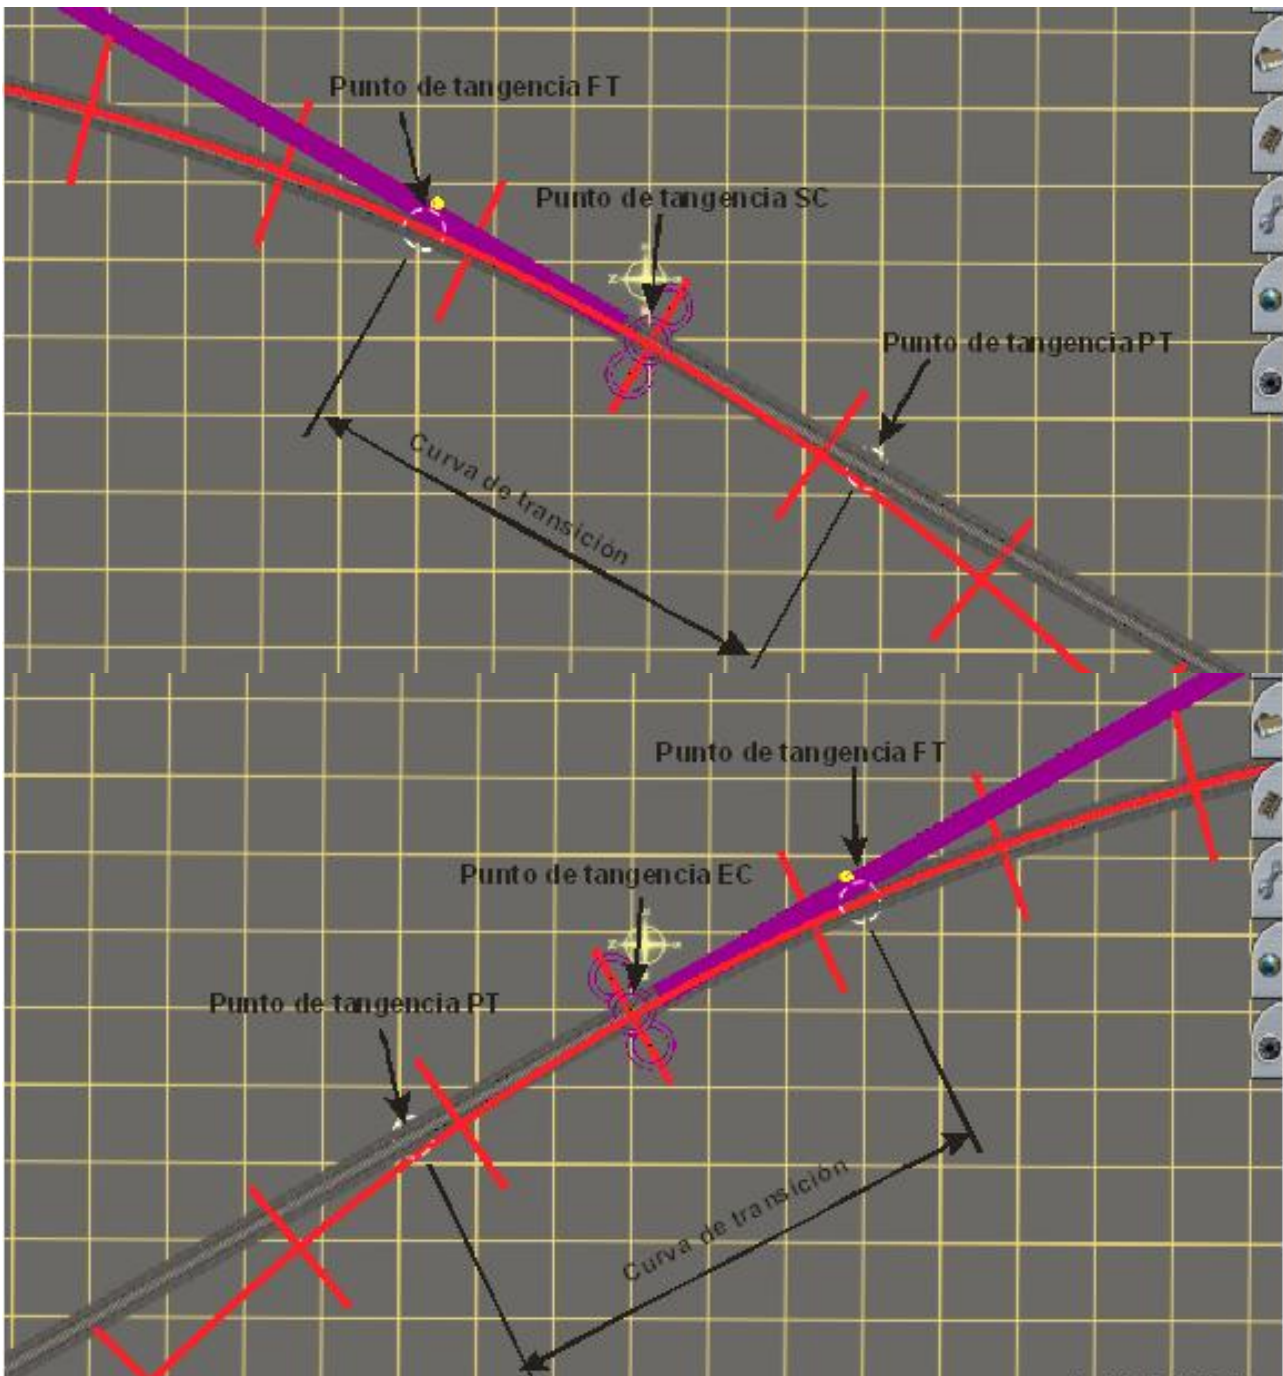

Figura 10. Formar las curvas de transición.
A continuación formaremos las curvas de transición, uniendo los puntos PT y FT de cada lado de la curva con un solo tramo de vía como en la figura 10 y Trainz hará el resto. Una vez formadas las curvas de transición, enderezaremos las vías rectas con la herramienta **estrechar vía (B)** de la pestaña **vías (F4)** clicando sobre ellas para recuperar la alineación recta que pierden al conectarlas con las curvas.
Como anteriormente hemos hecho también, formaremos las curvas de transición uniendo los puntos PT y FT de cada lado de la curva con un solo tramo de vía como en la figura 10 y Trainz hace el resto.